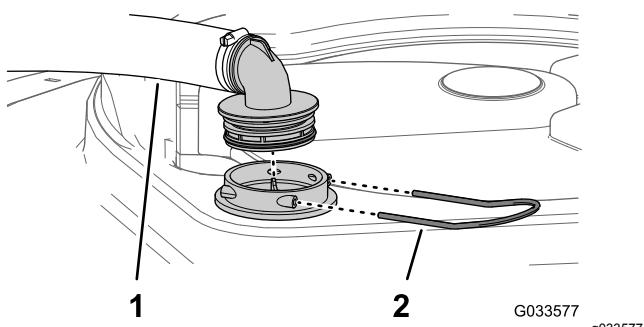

Figura 46
2. En la parte superior del depósito de fumigación, retire la horquilla de retención que sujetla el acoplamiento que está conectado a la manguera grande y al alojamiento del filtro (Figura 46).
3. Retire la manguera y el acoplamiento del alojamiento del filtro (Figura 46).